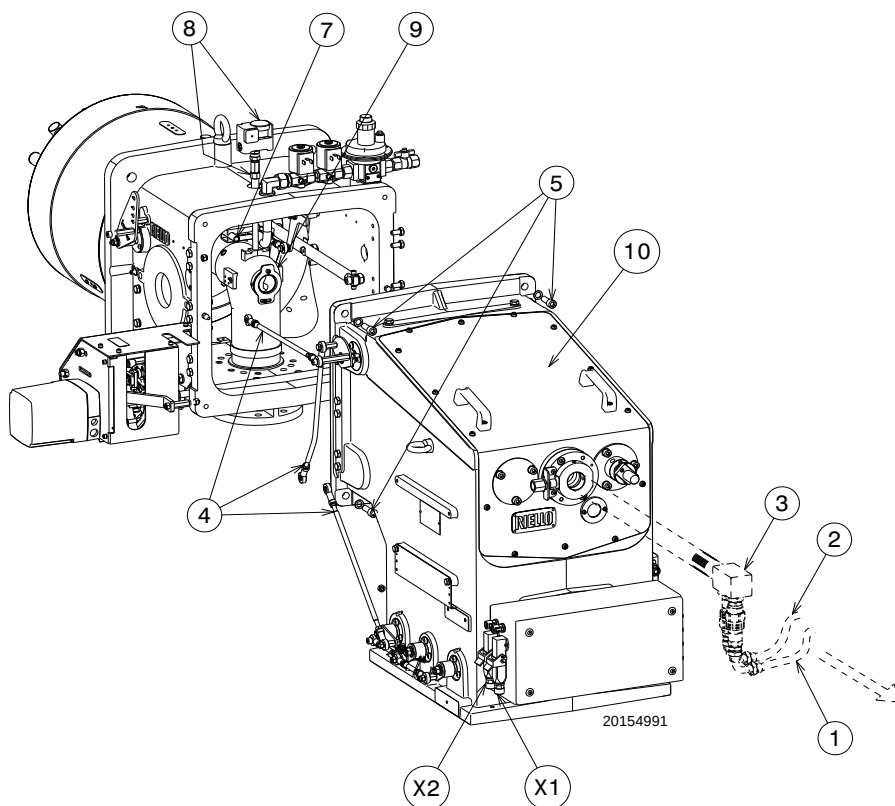

图 16
- 断开油管 1) 和 2)(图 16), 拆下喷嘴 3) ;